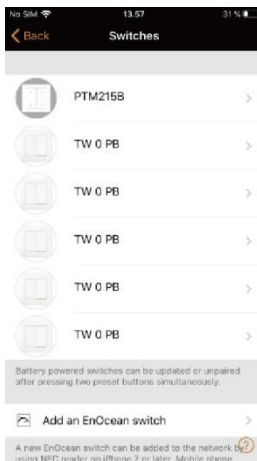

Abbildung 5
Schritt 4: Wenn der NFC-Leser den Schalter erkennt, kann ihr Gerät vibrieren, die Schalter-Seite öffnet sich und der Schalter wird angezeigt. Das Schaltermodell lautet „PTM215B“. (Wie in Abbildung 5 dargestellt)